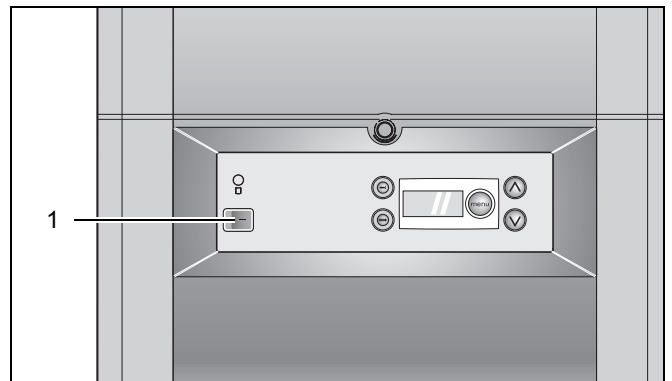

Fig. 7 DBA – Interruttore di rete
- Spostare l'interruttore di rete in posizione "0" (fig. 7, pos. 1).